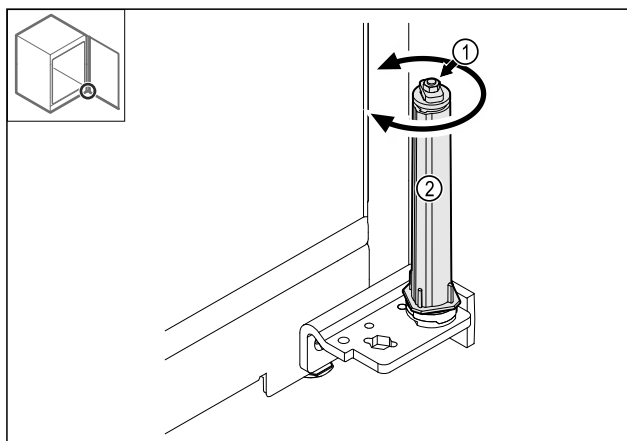

Fig. 31
- Schroefverbinding Fig. 31 (1) van het sluitsysteem niet demonteren.
- Sluitsysteem Fig. 31 (2) draaien, tot deze vastklikt.